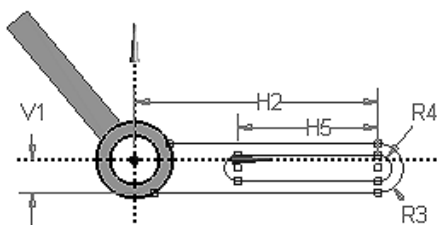

图 3.10.11 草图 3
(1) 绘制图 3.10.11 所示的草图 3。选取平面 4，单击“New Sketch”按钮 ，绘制图 3.10.11 所示的截面草图，其中 $V1=30$ ， $H2=225$ ， $R3=22.5$ ， $R4=12$ ， $H5=130$ 。